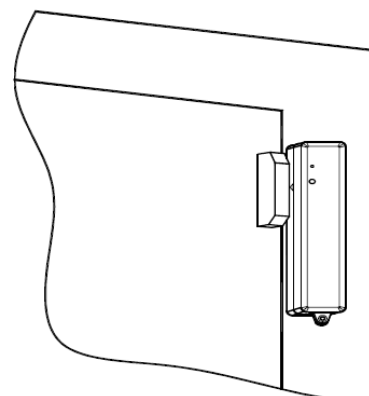

Fig.5
1. Il est recommandé de fixer l'émetteur à la partie fixe et l'aimant la partie mobile des portes et fenêtres. Référez-vous à la figure 5 et assurez-vous que l'espace entre l'aimant et le côté marqué de l'émetteur soit inférieur à 1 centimètre.